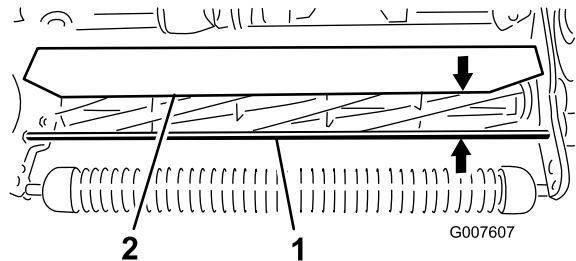

Bild 58
1. Messen Sie den Abstand zwischen dem oberen Ende der vorderen Stützstange und der vorderen Lippe des Schutzblechs an jedem Ende der Schneideinheit (Bild 58).